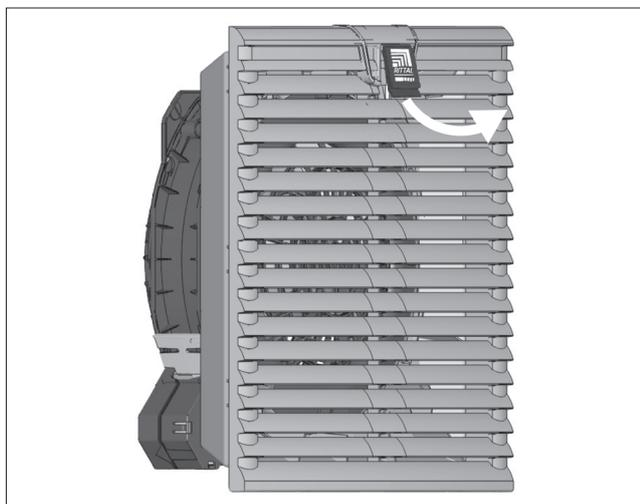

Fig. 6 : débloquage de la grille à lamelles
- Tirer tout d'abord le logo dans la grille à lamelles un peu vers le haut avec le doigt (voir fig. 6).